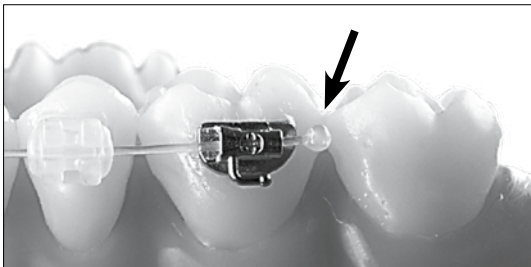

Fig. 4 : Déposer une goutte de colle (flèche noire).
- Au lieu d'une pliure d'extrémité distale (cinch back), déposer une goutte de colle sur l'extrémité de l'arc (ou à un autre endroit de celui-ci) afin de prévenir tout glissement indésirable de celui-ci (Fig. 4).